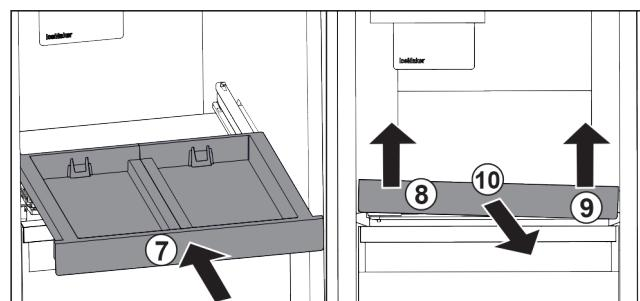

Fig. 125
- Вкарайте изтеглящата се дъска. Fig. 125 (7)
- ▶ Повдигнете изтеглящата се дъска отпред отляво. Fig. 125 (8)
- ▶ Повдигнете изтеглящата се дъска отпред отляво. Fig. 125 (9)
- ▶ Извадете изтеглящата се дъска напред. Fig. 125 (10)